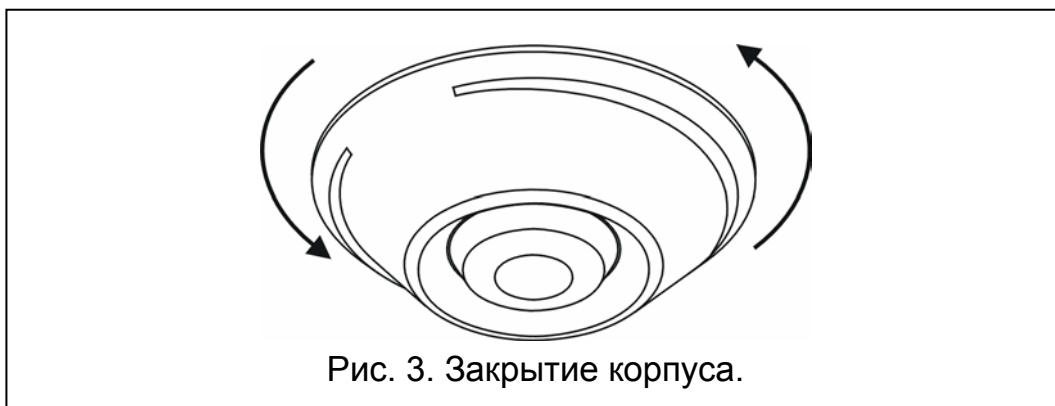

Рис. 3. Закрытие корпуса.
9. Закройте корпус извещателя согласно Рис. 3.